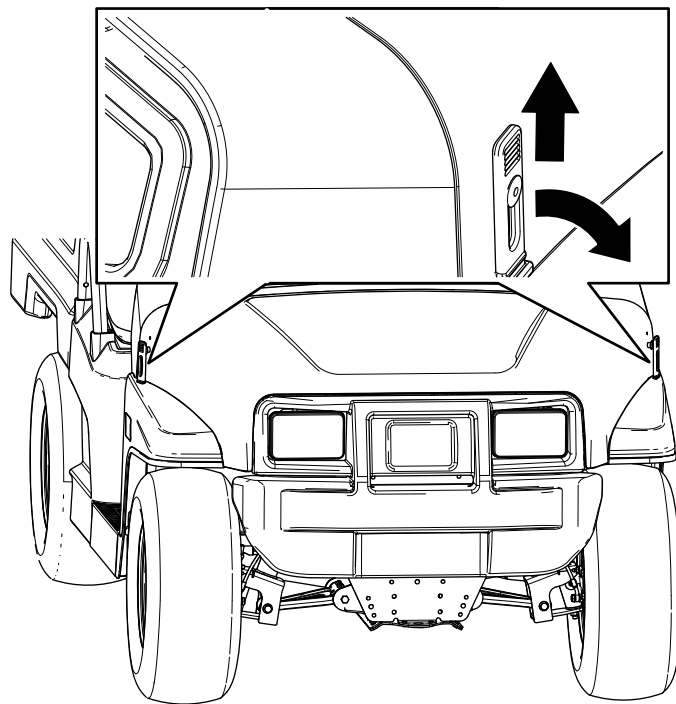

図 26
1. フードの両側についているゴム製ラッチのハンドルを上げる 図 26。
2. フードの両側で、ゴム製ラッチとラッチアンカーをそろえてラッチを掛ける (図 26)。